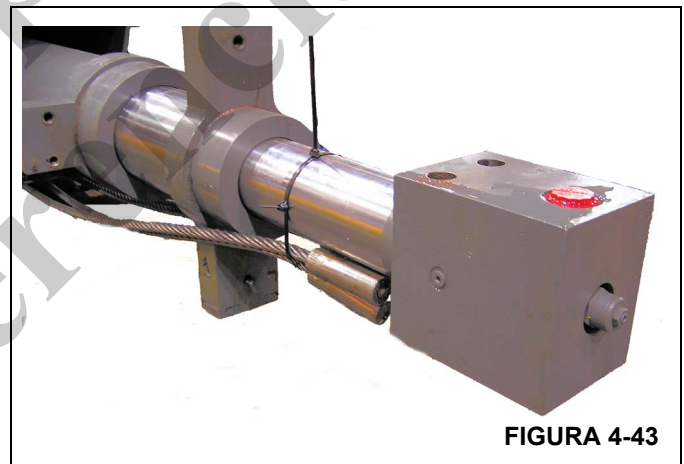

FIGURA 4-43
- 14. Gire las orejetas de montaje de la varilla del cilindro (Figura 4-43) de modo que queden verticales y pasen libres de las escuadras de montaje en la sección central exterior.
18. Ate los cables de extensión temporalmente al cilindro telescópico para mantenerlos debidamente alineados durante el armado (Figura 4-43).